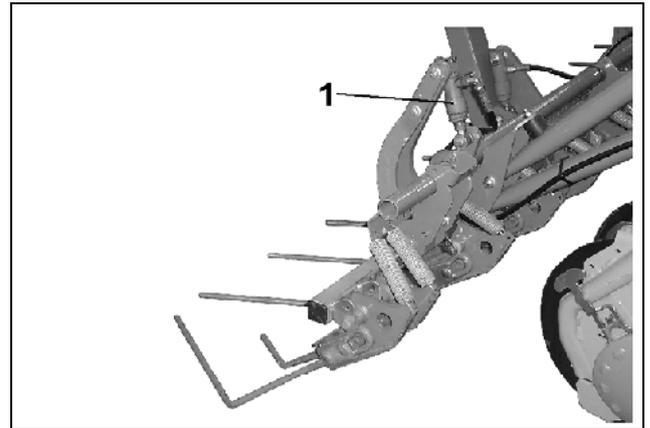
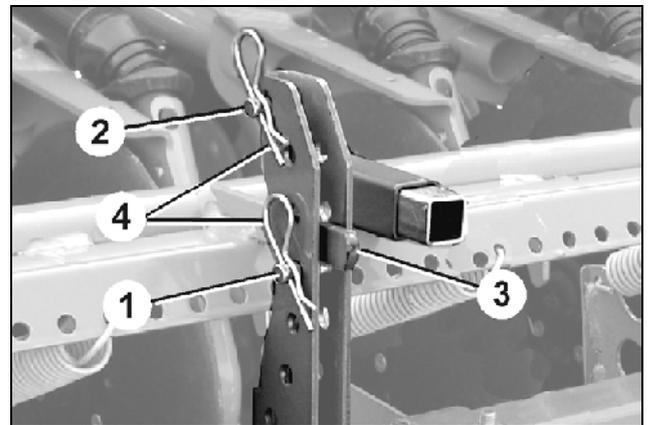

Fig. 99
Fig. 100
La presión de almohaza es ajustada por un cilindro hidráulico (Fig. 99/1) al pasar de suelo normal a suelo pesado y viceversa .
Dos pernos (Fig. 100/1 y 2) están enchufados como tope de la palanca (Fig. 100/3) en el segmento de regulación. La palanca, accionada por el cilindro hidráulico (Fig. 99/1), apoya sobre el perno I, cuando el cilindro hidráulico está despresurizado, y en el perno II (Fig. 100/2), cuando el cilindro hidráulico está bajo presión.
- Despresurizar el cilindro hidráulico (Fig. 99/1).
- Enchufar el perno II (Fig. 100/2) en una perforación por encima de la palanca (Fig. 100/3) en el segmento de regulación y asegurar con un pasador elástico (Fig. 100/4).
- Presurizar el cilindro hidráulico (Fig. 99/1).
Enchufar el perno I (Fig. 100/1) en una perforación en el segmento de regulación por debajo de la palanca (Fig. 100/3) y asegurar con un pasador elástico Fig. 100/4).